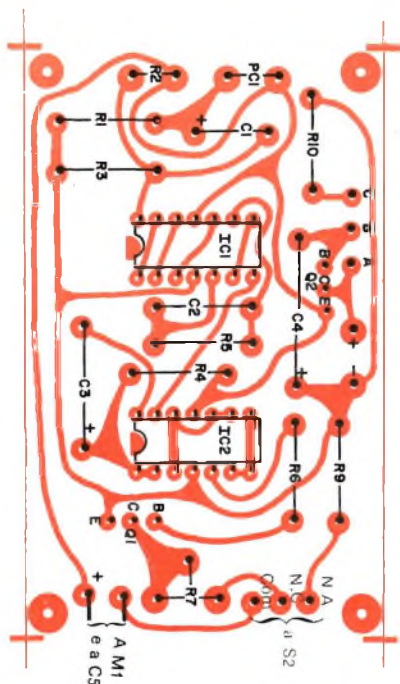
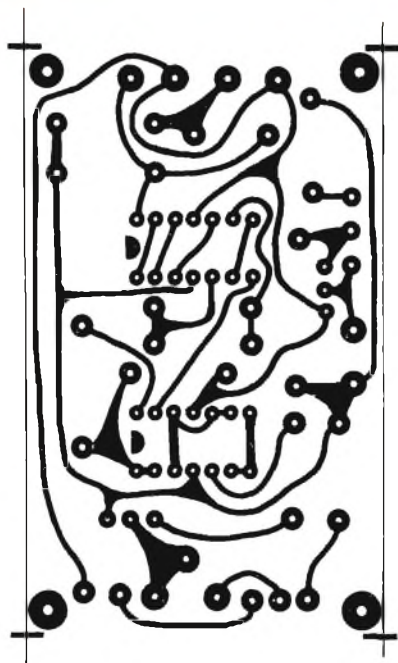

Fig. 2 - Circuito stampato in grandezza naturale per il tachimetro. Si notino i semicerchi di identificazione per i circuiti integrati.
Fig. 3 - Disposizione dei componenti sul circuito stampato; occorre rispettare al massimo le polarità di ogni componente.
**Costruzione** - Lo schema del tachimetro è riportato nella fig. 1. Come per tutti i montaggi con circuiti integrati, è consigliabile l'uso di un circuito stampato, che si può costruire facilmente seguendo la fig. 2. Nel montare i componenti sul circuito stampato (fig. 3), mantenete sempre